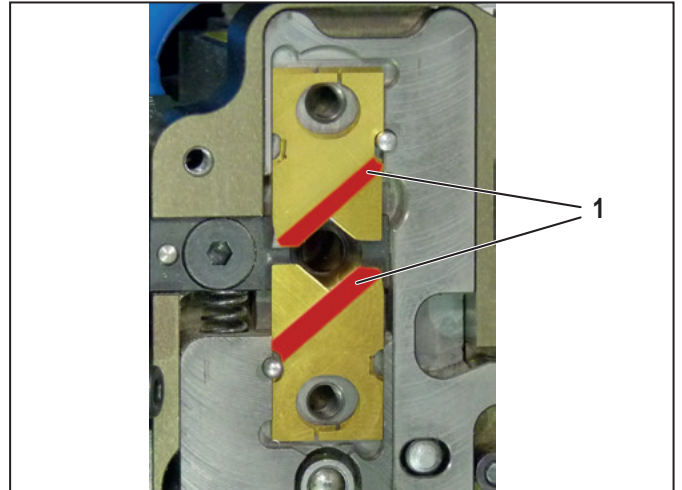

Figura 8.2 Inserimento delle lame
- ▶ Montare ciascuna coppia di lame in modo che i bordi smussati siano rivolti verso l'esterno (segno rosso nella figura 8.2).